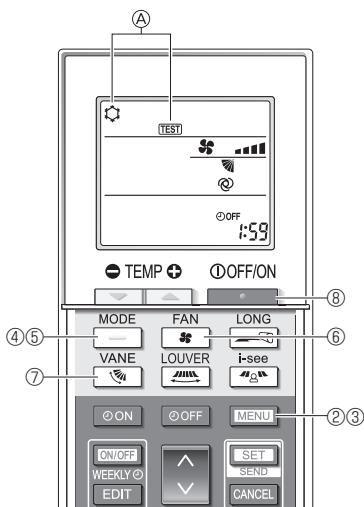

Fig. 7-5
- ① Active la unidad al menos 12 horas antes de realizar una prueba de funcionamiento.
- ② Pulse el botón **[MENU]** durante 5 segundos. (Fig. 7-5)
En pantalla se visualiza **Ⓐ [TEST] (PRUEBA)** y el modo actual de funcionamiento. (Fig. 7-5)